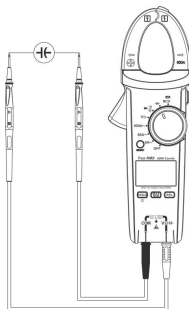

Рис.11. Измерение ёмкости
7.8. Измерение ёмкости (см. рис. 11)